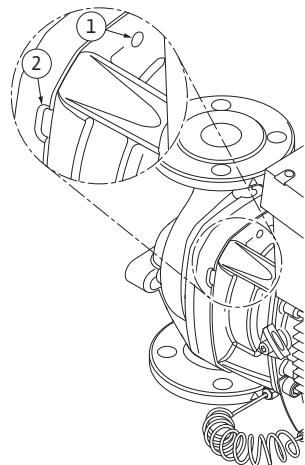

Fig. 53: Gänghål och spår för att avlägsna insticksatsen från pumphuset
13. Avlägsna insticksatsen (se Fig. 13) från pumphuset. Här bör två gänghål (Fig. 53, pos. 1) användas, särskilt för att lossa fästet. Skruva in lämpliga skruvar i gänghålen för att lossa fästet. Om insticksatsen är lättgående kan dessutom skåror (Fig. 53, pos. 2) mellan pumphuset och lanternan användas vid avlägsnandet (använd t.ex. två skruvmejslar som hävarm). När insticksatsen har tryckts ut ca 15 mm förs den inte längre i pumphuset.